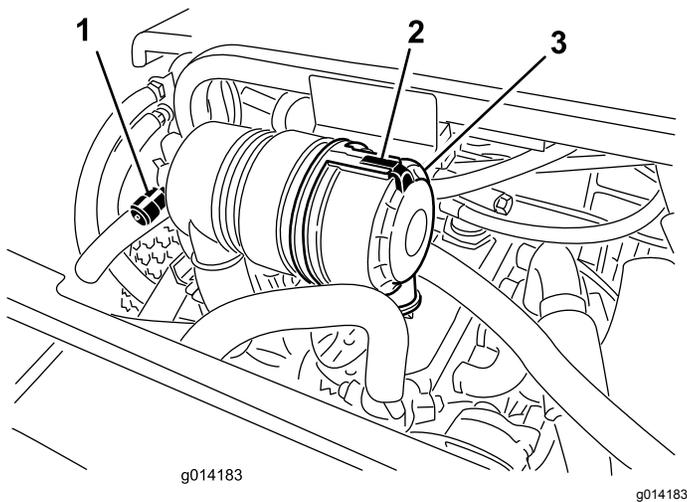

Figura 31
Faça a manutenção ao filtro de ar apenas quando o indicador de manutenção (Figura 31) o exigir. Mudar o filtro de ar antes de ser necessário apenas aumenta a possibilidade de entrar sujeira no motor quando retira o filtro.
1. Liberte o trinco que fixa a cobertura do filtro de ar ao respetivo corpo (Figura 31).